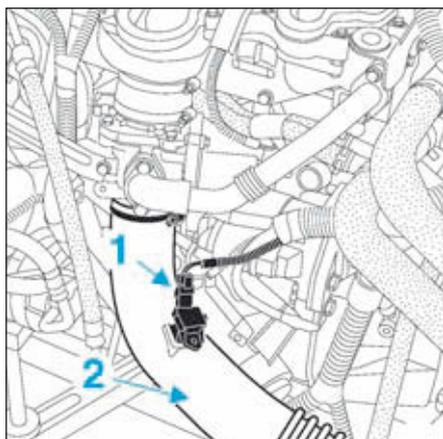

FIG.145
- Débrancher le connecteur (1) du capteur de pression (Fig.145).